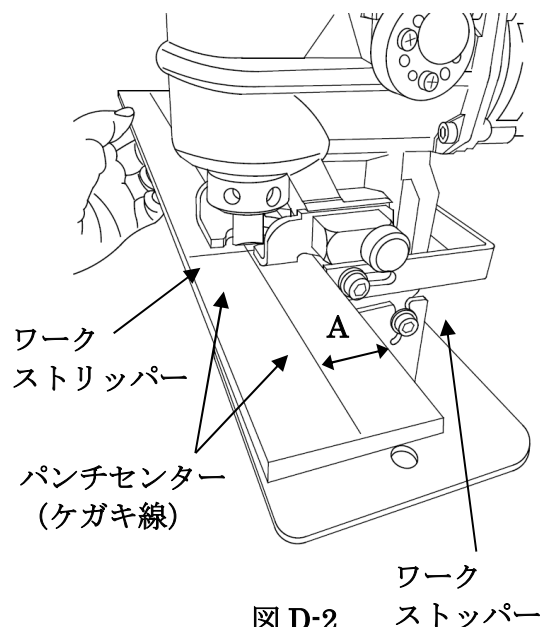

図 D-2
- 3) 材料の穴あけ位置（前後方向 A 寸法）にパンチ先端が合う様ワークストッパーを、固定ねじ（両サイド）をゆるめて調整します。（図 D-2）
これで材料の穴あけ位置とパンチの先端が合っていることになります。（図 D-2）